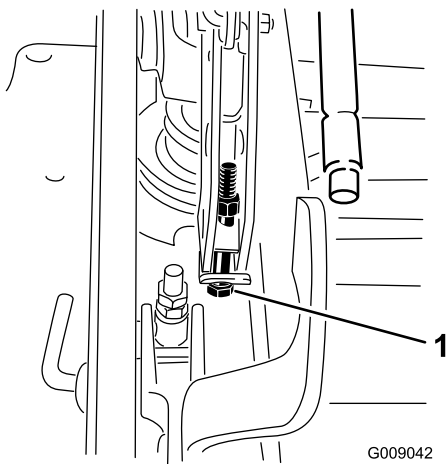

Figura 88
- Si la carcasa está demasiado baja, apriete el perno del ajuste de un solo punto girándolo en el sentido de las agujas del reloj. Si la carcasa está demasiado alta, afloje el perno del ajuste de un solo punto girándolo en el sentido contrario a las agujas del reloj (Figura 88).